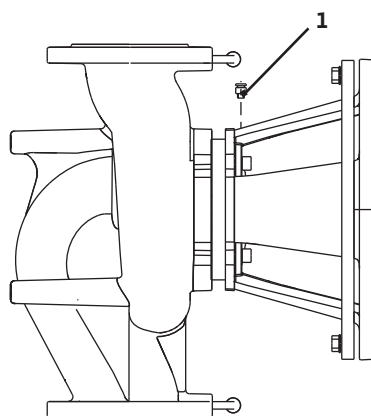

Fig. 37: Ilmanpoistiventtiili
- Ilmaa pumput avaamalla ilmanpoistiventtiilit (Fig. 37, kohta 1). Kuivakäynti rikkoo pumpun liukurengastiivisteiden. Paine-eroanturia ei saa ilmata (rikkoutumisen vaara).